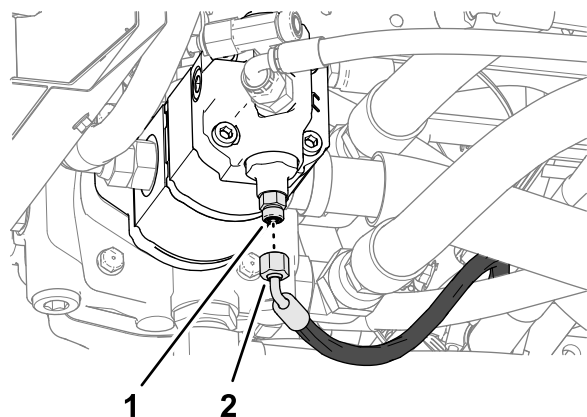

図 71
1. ステアリングバルブのロードセンシングホースを油圧ポンプの底部のストレート継手から外します (図 71)。